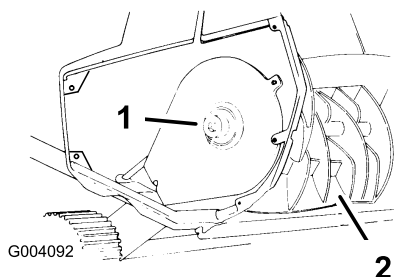

Figura 14
2. Usate una chiave Allen da 5/16 poll. per girare in senso orario l'albero del rotore (filettatura sinistrorsa) mentre tenete fermo il rotore (Figura 14).